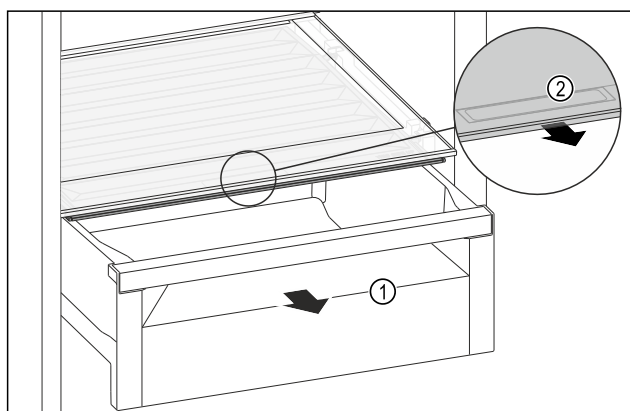

Fig. 188
- Izvucite ladicu Fig. 188 (1).
- Primite ručku Fig. 188 (2) na poklopcu pretinca i istodobno povucite poklopac pretinca prema naprijed.